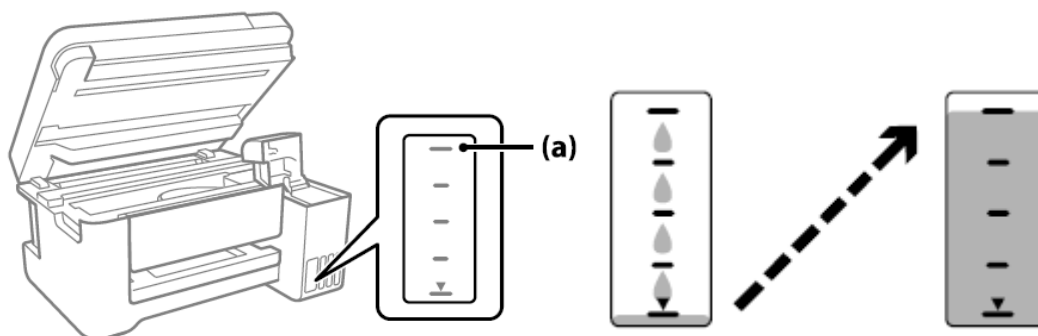

Рисунок 2.7 – Перевірка рівня чорнила
7. Перевірити верхню лінію (а) в чорнильному картриджі, до якої потрібно залити чорнило (див.рис.2.7).